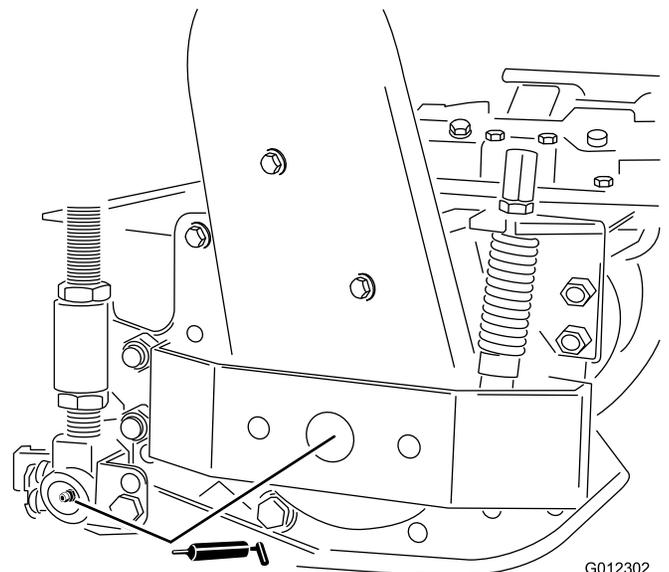

Bild 28
- Mähwerkspindel und Rollenlager (Bild 28)